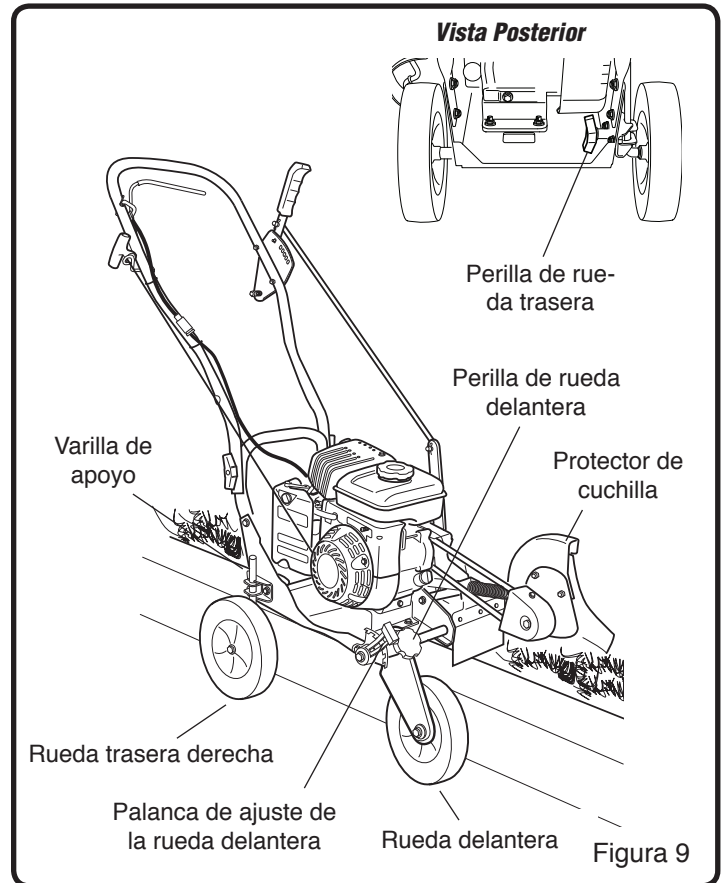

Figura 9
NOTA: La figura 9 muestra la unidad configurada correctamente para bordeado a lo largo de un cordón de acera. Consultar la figura 9 al seguir los pasos enumerados a continuación:
6. Utilizar la palanca de ajuste de la rueda delantera para bajar la rueda delantera lo suficiente para que la unidad esté a nivel como se muestra en la figura 9.
8. Bajar la rueda trasera derecha lo suficiente para que la unidad esté a nivel como se muestra en la figura 9.